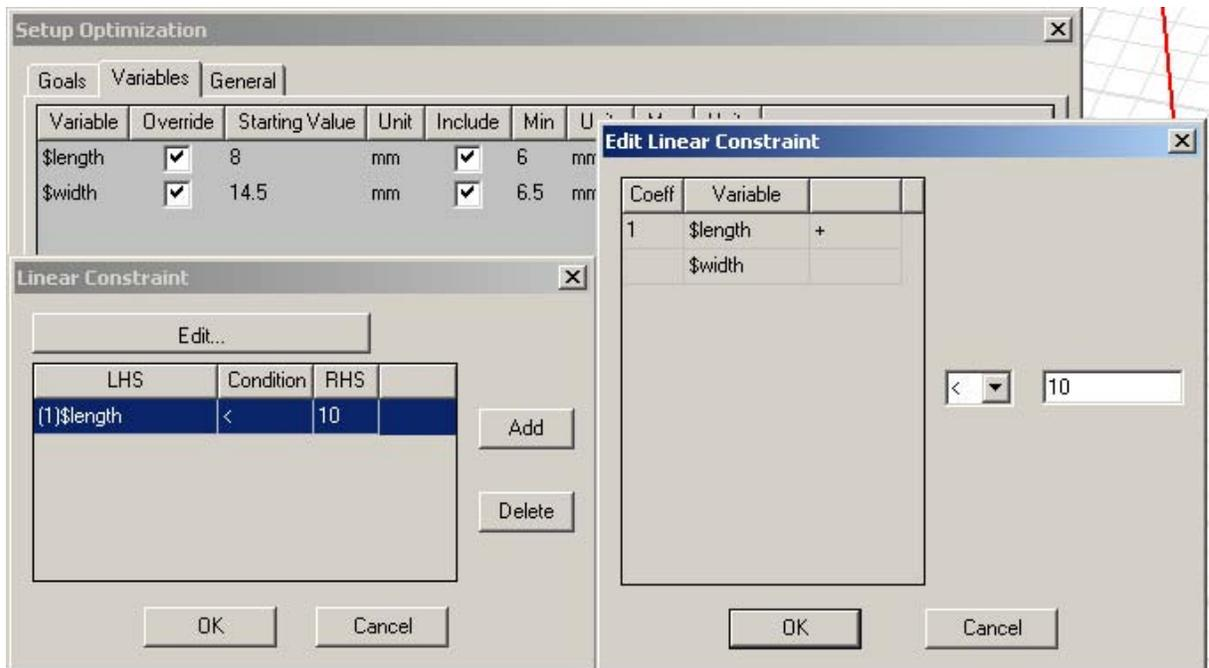

Рис. 12.43. Введение и редактирование линейных ограничений переменных
- если Вы устанавливаете анализ оптимизации: В диалоговом окне **Setup Optimization**, нажмите закладку **Variables** (рис. 12.43).
2. Щелкните **Linear Constraint**. Появляется диалоговое окно Linear Constraint (рис. 12.43).